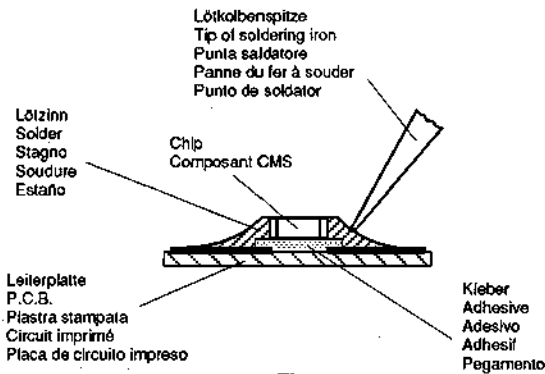

Fig. 1
1. Schritt: CHIP- Lötstelle mit Sauglitze absaugen (Fig. 1).
1. step: Clean the CHIP soldering point with a solder wick (Fig. 1).
1. Aspirare i punti di saldatura del CHIP con una calza dissaldante (Fig. 1).
1. Aspirer la soudure du composant CMS à la l'aide de la tresse à souder (Fig. 1).